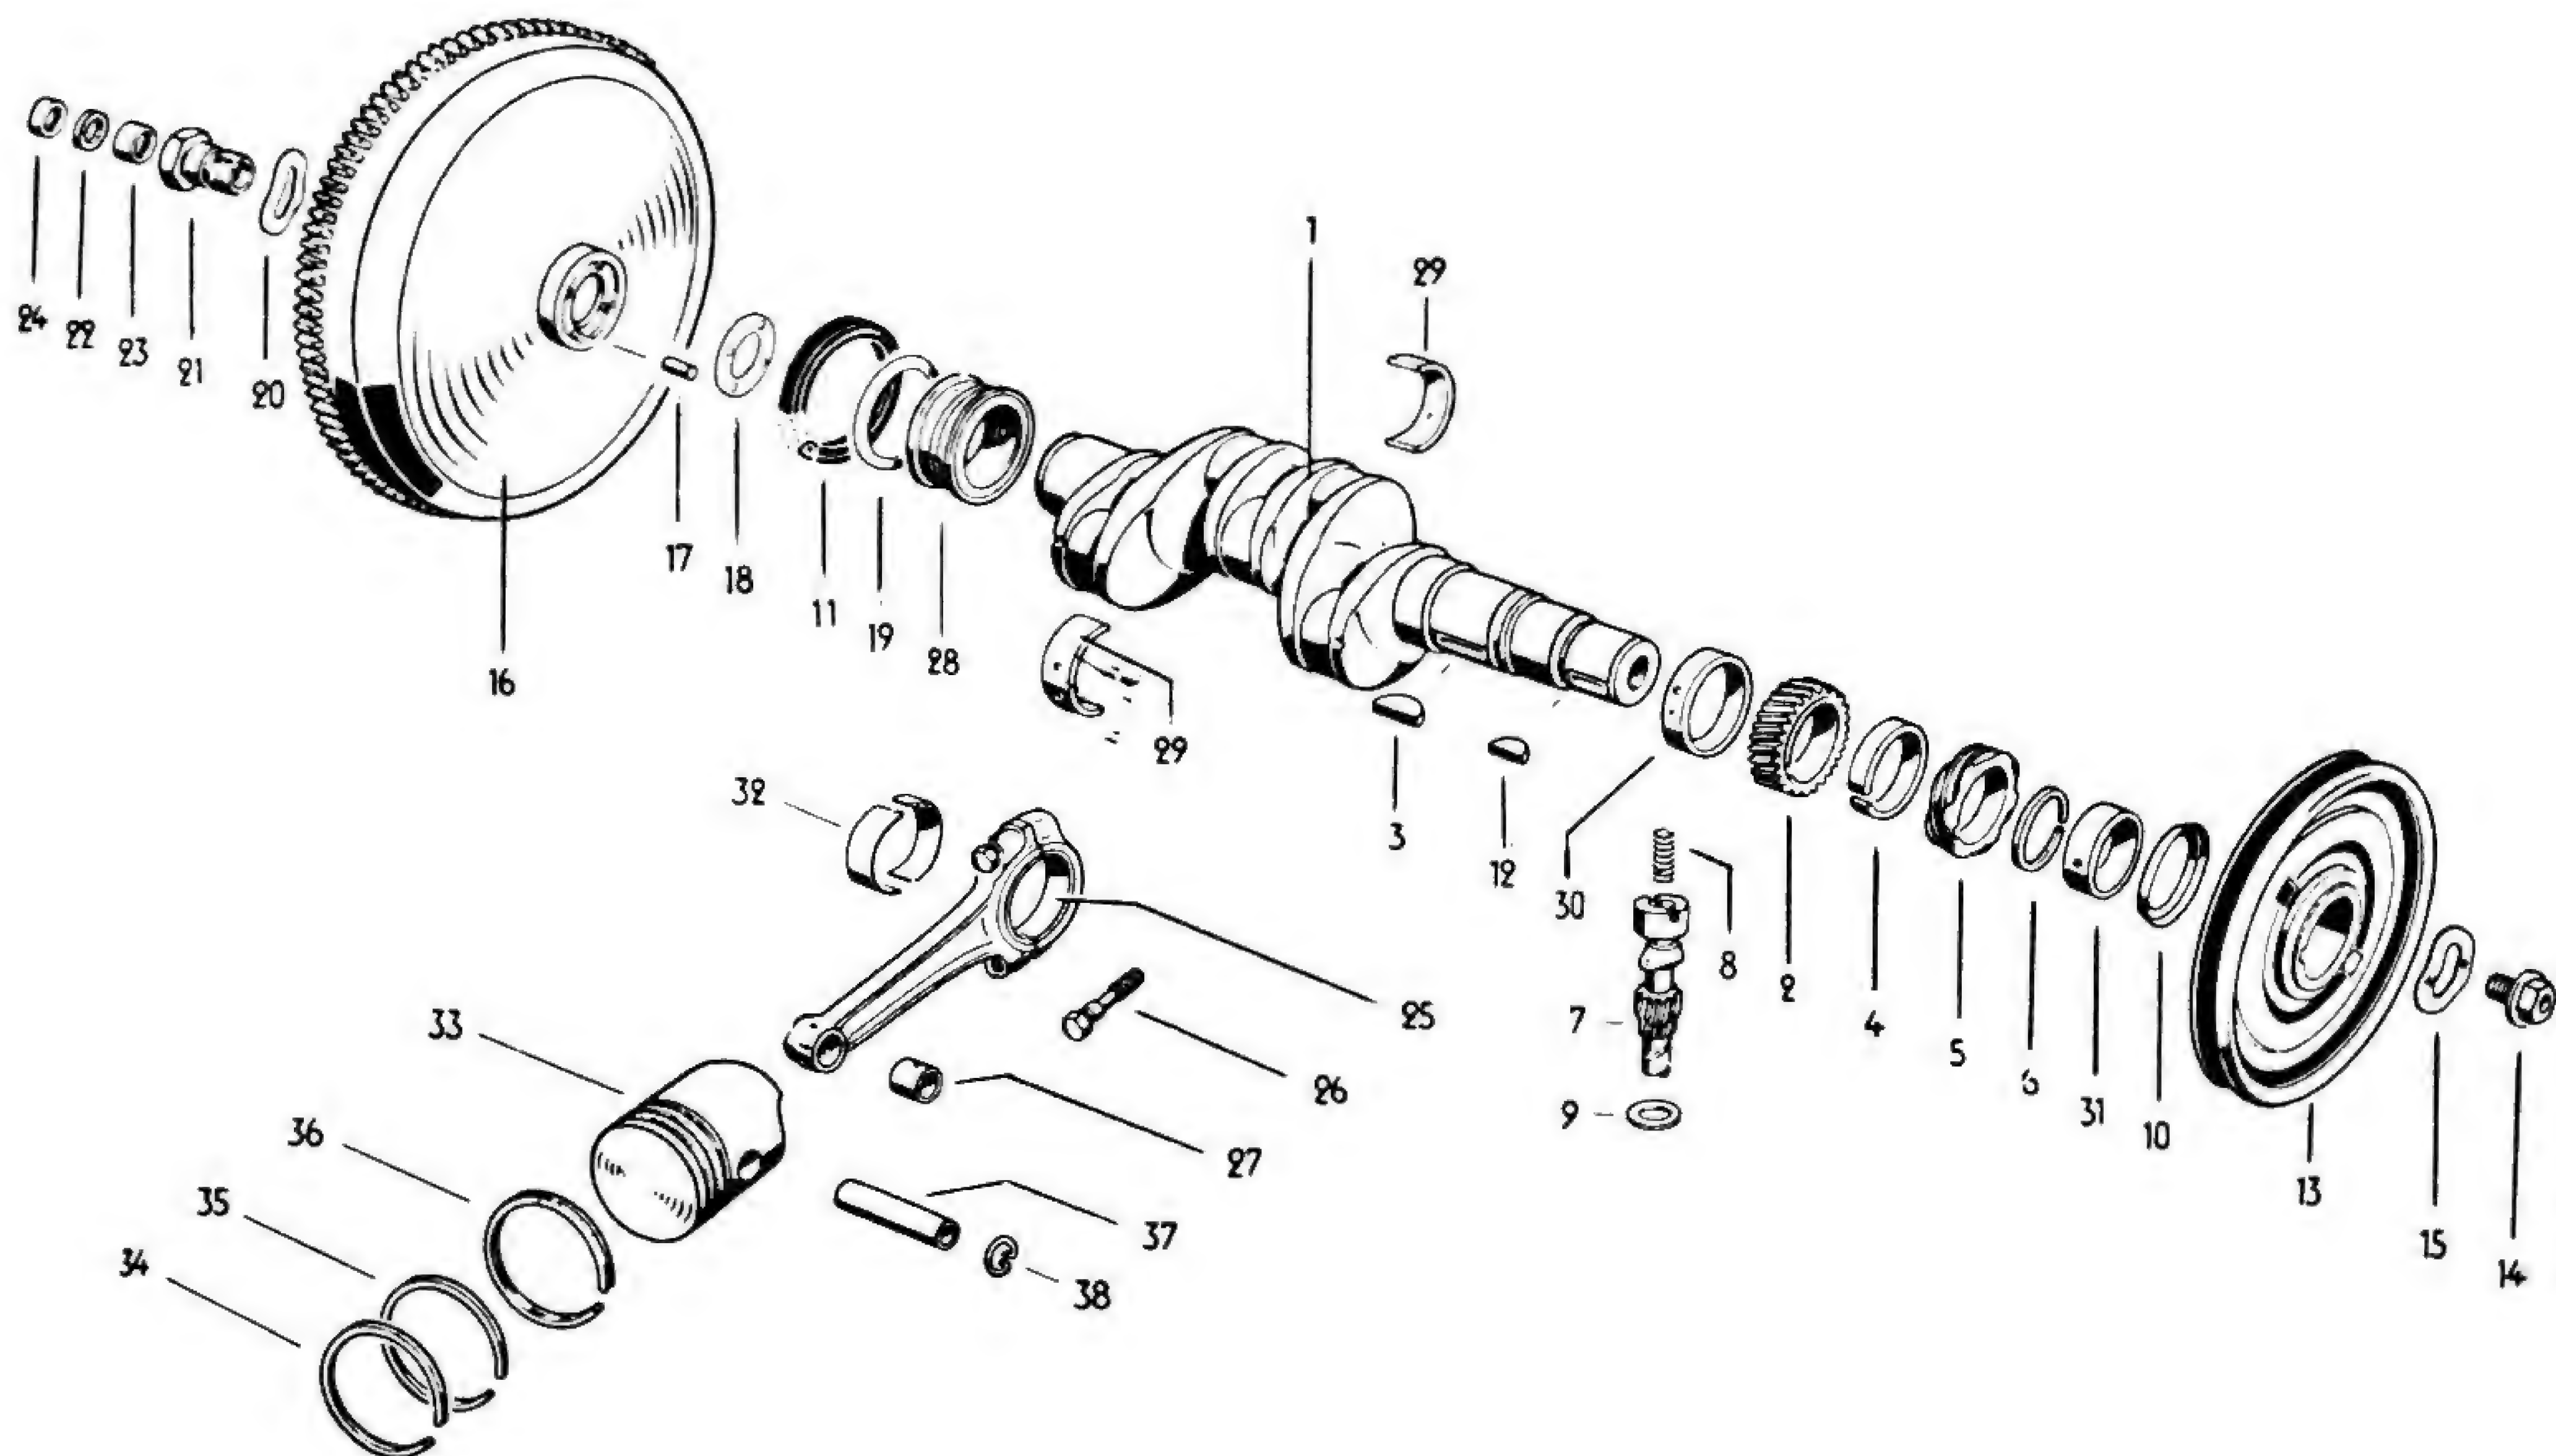

Fig. 6-H — Principais órgãos móveis do motor “1 200” — 36 HP
Desmontagem do conjunto da árvore de manivelas. — Coloca-se a árvore de manivelas no suporte próprio para desmontagem (VW 310 ou 319 a) se se dispõe dessa ferramenta e procede-se a desmontagem segundo essa seqüência (figs. 6 e 7-H):
Fig. 7-H — Árvore de manivelas, êmbolos, bielas e peças anexas dos motores “1 300”, “1 500” e “1 600”. A nomenclatura das peças é idêntica a da fig. 6-H, com excessão da peça n.º 19 na figura acima (anel de vedação de borracha), que não se encontra no modelo anterior. A junta de papel, designada pelo n.º 18, na fig. 6-H, não se usa mais nos motores a partir do “1 300”. As diferenças de construção estão detalhadas no texto.
Nos modelos “1 300”, “1 500”, “1 600” e “1 600” plano não se emprega mais a junta de papel (18, Fig. 6-H). Em seu lugar se encontra um anel de borracha (19, Fig. 7-H).
- 2 — Retira-se o volante, o vedador (ou junta de papel) e as arruelas ou juntas espaçadoras (19, fig. 6-H e 18, fig. 7-H). Mede-se a espessura dessas juntas em conjunto (medida b).